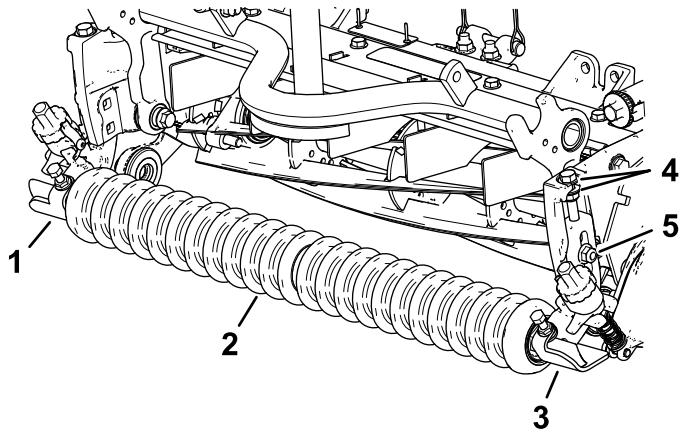

Bild 10
- Befestigen Sie die linke und rechte Schnitthöhenhalterung und die Frontrolle mit den zuvor entfernten Schlossschrauben lose an den Seitenplatten der Schneideeinheit (Bild 10).